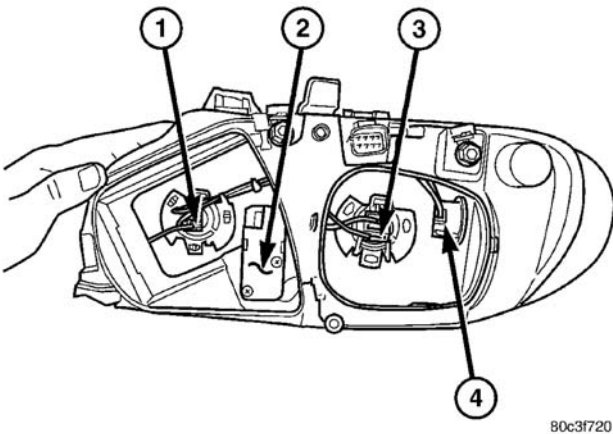

图 13 前照灯装置
- （3）拆下盖子（远光灯）或橡胶套（近光灯），以便接近灯泡。（图13）